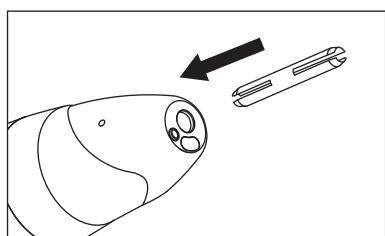

図3
(2) コントラバーをご使用の場合
- ①チャック開閉リングを“O”方向にカチンと音がするまで回します。
- ②付属のバーストッパーをチャックへ差し込みます。(図3)
- ③次にコントラバーをバーストッパーを奥へ押し込みながら止まるところまで差込みます。
- ④チャック開閉リングを“C”方向にカチンと音がし、チャック開閉リングのO印があう位置まで回せばバーは固定されます。